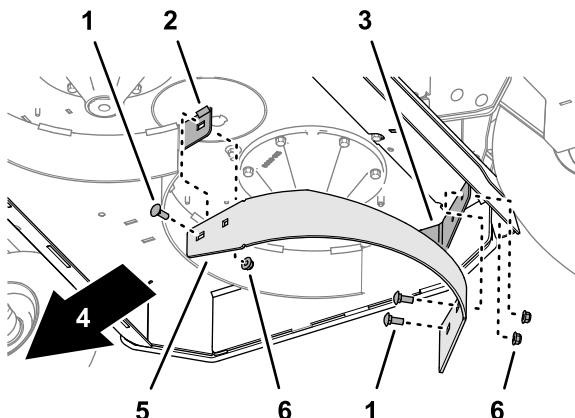

Figura 13
3. Retire los 3 pernos de cuello cuadrado ($\frac{3}{8}$ " x 1") y las 3 contratueras con arandela prensada ($\frac{3}{8}$ ") que sujetan el deflector derecho a la pestaña de la placa de picado y al deflector pequeño de la carcasa de corte, y retire el deflector izquierdo (Figura 13).